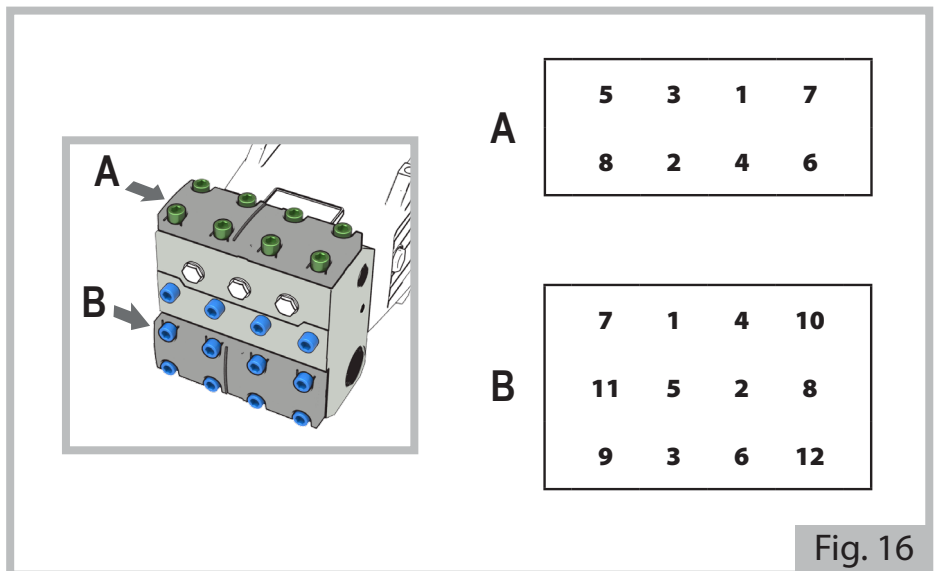

Fig. 16
Pour un montage correct, il faut faire correspondre les repères de référence situés sur les entretoises (8) avec ceux de la tête, comme cela est illustré sur la figure 16.